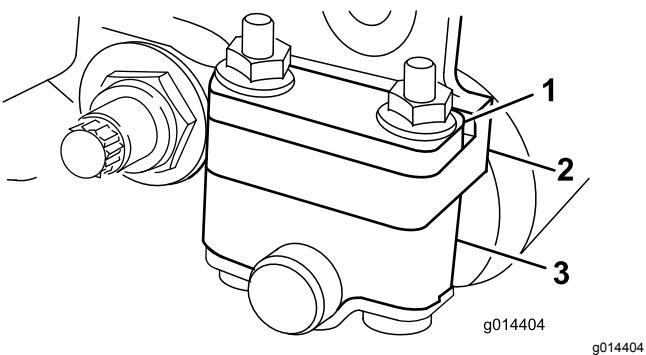
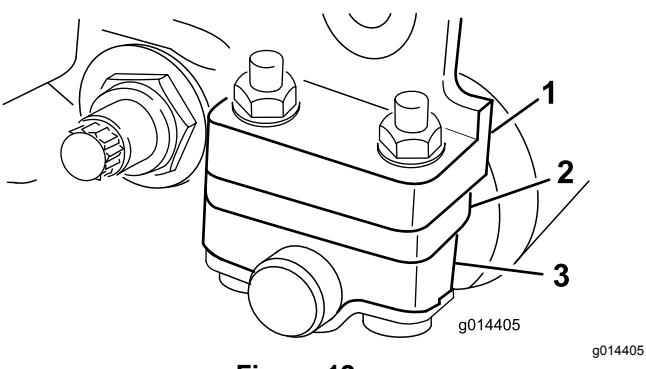

Figure 11
Figure 12
Selon la hauteur de coupe désirée, vous devrez placer les supports de rouleau arrière (Figure 11 ou Figure 12) en position haute ou basse :
- Placez l'entretoise au-dessus de la bride de fixation de la plaque latérale (réglage d'usine) lorsque les hauteurs de coupe sont comprises entre 1,5 mm et 6 mm, comme montré à la Figure 11.
- Placez l'entretoise en dessous de la bride de fixation de la plaque latérale lorsque les hauteurs de coupe sont comprises entre 3 et 25 mm, comme montré à la Figure 12.
- Placez les entretoises sur les vis au-dessus ou au-dessous des supports de rouleau, selon le cas (Figure 11 ou Figure 12).